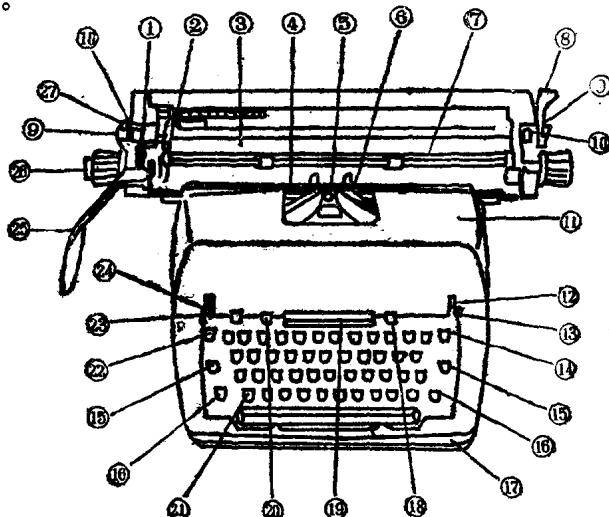
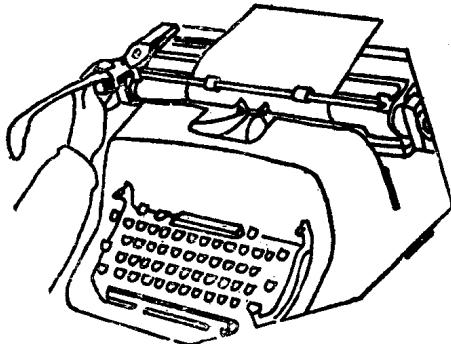
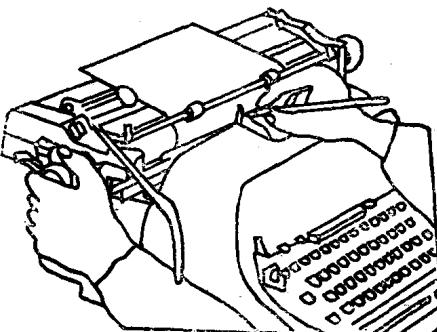
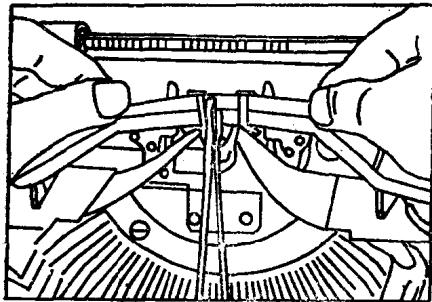

图 1.1
图 1.2
图 1.3
图 1.4
后面图1.1是一架飞鱼牌PS型英文打字机正面实体图，现按图中指示位置的编号顺序，将各部机件名称和作用加以概略说明。为了便于大家更准确地认识和运用，对各机件还特加了其他通称，俗称和英文名称。
1. 装纸：根据打字纸的宽度，调节移动刻度尺（图1.1—②），使打字纸能装在适当的位置上（见图1.2）。正规打字要
打字纸装入滚筒后，如发现有歪斜现象时，可用右手将松纸扳手（图1.1—⑧）向前扳动，使打字纸松开，再用左手纠正纸在滚筒上的位置。位置被纠正后，再将松纸扳手复位，但必须使压纸架（图1.1—⑦）上两只小皮
2. 定标尺：在打字过程中，可通过标尺（图1.1—④）来调正打字行列的整齐与轴向的距离，并可作为调整纸张歪斜的标准。
3. 定行距：行距拨杆（图1.1—①）可移动五个位置，拔成五种不同行距如下：
(1) 划竖线：用尖头铅笔塞在左压纸架的洞孔中，并转动滚筒旋柄（见图1.3）。
(2) 划横线：用尖头铅笔塞在左压纸架的洞孔中，并
在表格范围内移动滚筒架（按滚筒架移动钮（图1.1—⑨）由一端移到另一端（见图1.3）。
A、定左面位置时，先将滚筒架移到字排基准板槽口（图1.1—⑤）对准打字纸所需要定位的一个位置，再按一下横向定位钮即可。
B、定右面位置时，按下滚筒架右移动钮（图1.1—⑨），移到纸页右面一个需要定位的位置，按一下右横定位钮即可。
B、解除右面定位时，按下右横向定位钮，同时要按滚筒架右移动钮（图1.1—⑨），并将滚筒架移到新位置。
（5）跳档定格：在打表格时需要分段、分节定位可将滚筒架移到所需要分段、分节的位置，再按一下跳档“+”揿钮（图1.1—⑯），然后揿动跳档揿杆（图1.1—⑰）即能直接跳到这个预定的位置。
（6）解除跳档定格：解除个别跳档定位可把滚筒架移到这个位置，按一下跳档“-”揿钮（图1.1—⑲）即可，如果要解除全部跳档定位，则应将滚筒架移到最左面，然后
(1) 卸下机架防尘前罩壳(图1.1—⑪)，用手在上面洞口提起即可。
(2) 把色带换向拨杆(图1.1—⑬)扳到中间位置，并将色带绕到任何一只色带盘上，即可拨出两只色带盘。
(3) 把换色拨杆(图1.1—⑫)扳到下面“红”记号位置，再同时掀起二只字排并在一起，使色带架升高，便于取出色带(见图1.4)。
(1) 把打错字的行列转到滚筒罩板(图1.1—③)的斜面。
(2) 为了使操作便利，开启压纸尺(图1.1—⑦)，并将滚筒架按照错字的地位向左或向右移动，以免橡皮碎屑落到机件内部。
(3) 遇有复打多份时，应从最后一份开始擦起，擦好后垫一张小纸在复写纸和打字纸中间，再开始擦第二份，这样可避免在文件上留有复写纸痕迹。
7. 轧字：在快速打字时，如有字排重叠、卡住，只要按一下消除字键故障揿钮(图1.1—⑩)，就能使字排复位。